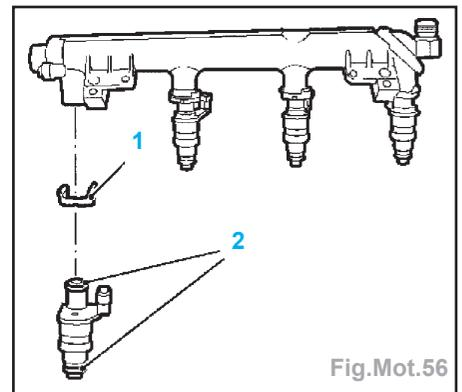

Fig.Mot.56
- Démontez les 4 injecteurs en déposant les agrafes de sécurité (1) (Fig.Mot.56).